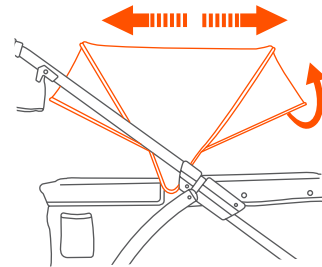

Fig. 6b
• **To open the canopy:** Firmly spread out both sides of the canopy. To use the visors flip outward (Fig 6b).
• **Para abrir el dosel:** Extienda firmemente ambos lados del dosel. Para usar los visores despléguela hacia fuera (Fig 6b).
• **Pour ouvrir l'auvent:** Étaler fermement les deux côtés de l'auvent. Pour utiliser les pare-soleil, les déplier vers l'extérieur (Fig 6b).